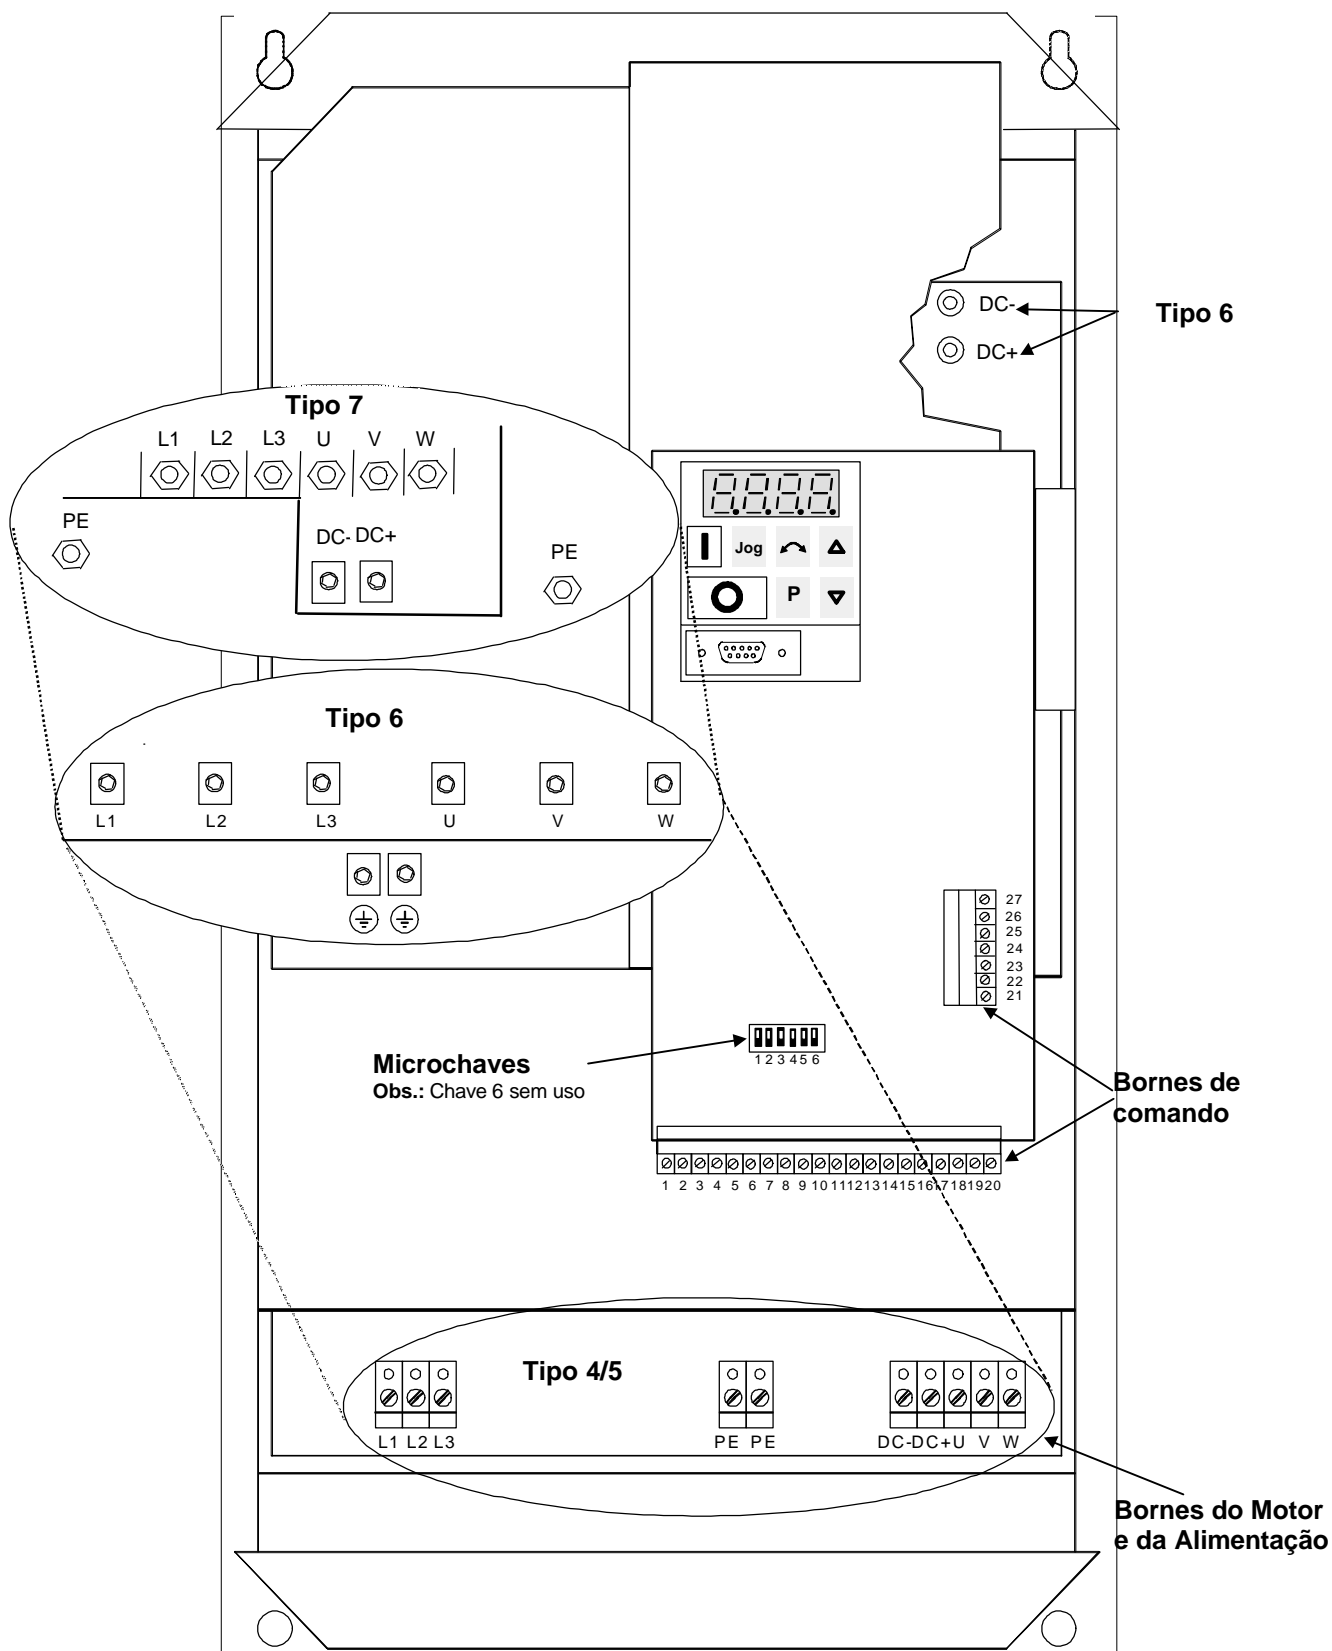

Figura 11: Conectores do MIDIMASTER Vector
As conexões elétricas no MIDIMASTER Vector são mostradas na Figura 11.
2. Utilizando um cabo com 4 vias e terminais adequados ao cabo, conecte a alimentação aos bornes L1, L2, L3 (trifásico) e terra (PE) (*mostrado na Figura 11*). Para saber a seção transversal de cada via, veja seção 8.
3. Utilize um cabo de 4 vias e terminais adequados para conectar os cabos do motor aos bornes U, V, W e terra (PE) do motor (*mostrado na Figura 11*).
As conexões de comando no MIDIMASTER Vector são feitas através de duas régua de bornes dispostas como mostrado na Figura 11. As régua de bornes possuem duas partes : a parte de bornes com parafusos pode ser removida de seu invólucro antes de conectar os cabos. Quando todas as conexões tiverem sido feitas e fixadas (como mostrado nas Figuras 12 e 14), os bornes devem ser encaixados firmemente de volta ao seu invólucro.
- para Aparelho tipo 4, 5 e 6; a tampa frontal estiver removida (veja Figura 11).
- para Aparelho tipo 7; a tampa frontal inferior estiver removida (veja Figura 11).